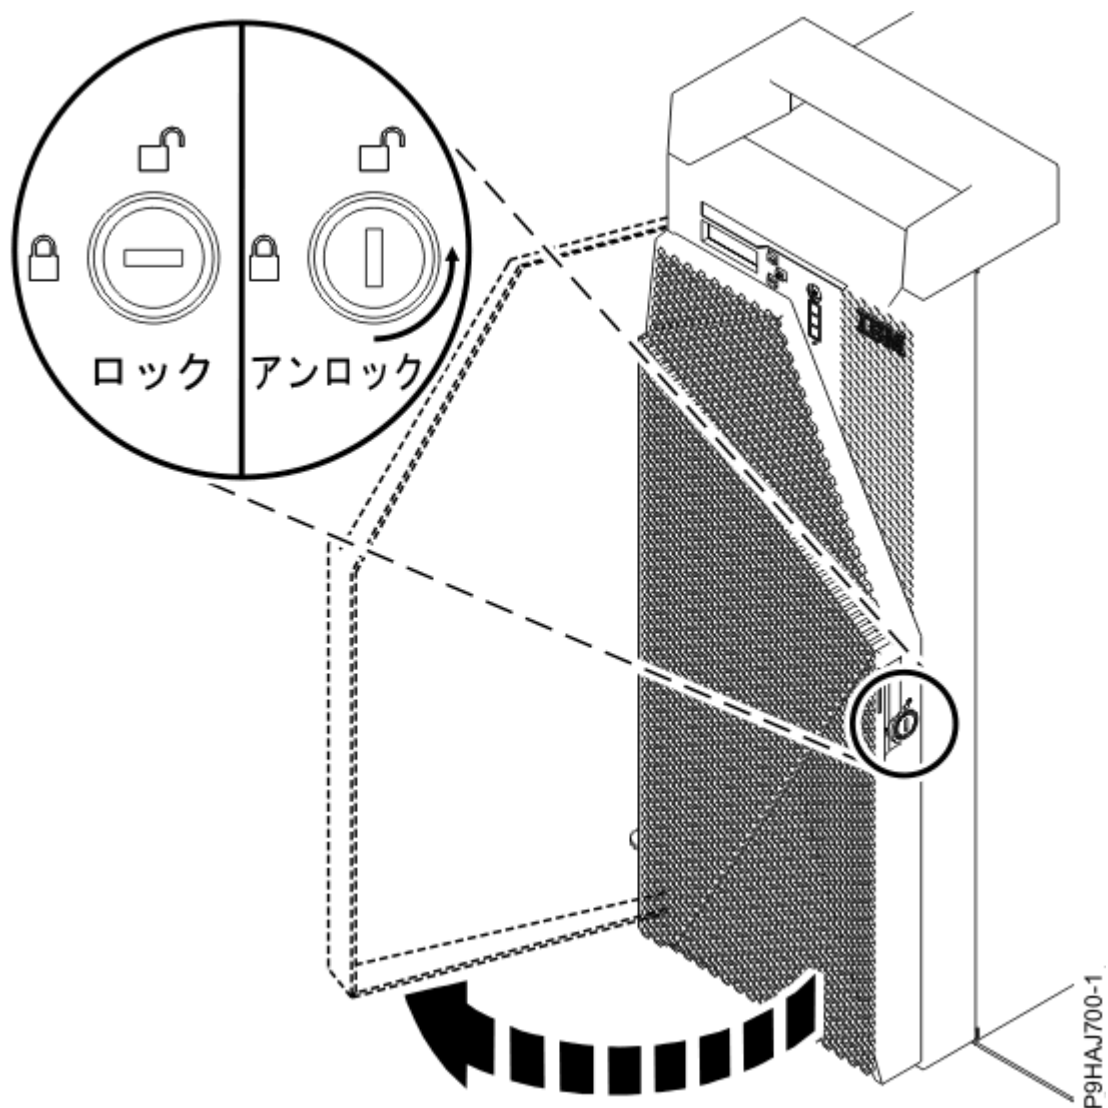

図 2. 前面ドアのアンロック
- a) 前面ドアの鍵をロックに差し込みます (3 ページの図 2 を参照)。鍵を左 (反時計方向) にひねって、ドアをアンロックします。水平方向がロック状態で、垂直方向がアンロック状態です。前面ドアを開きます。